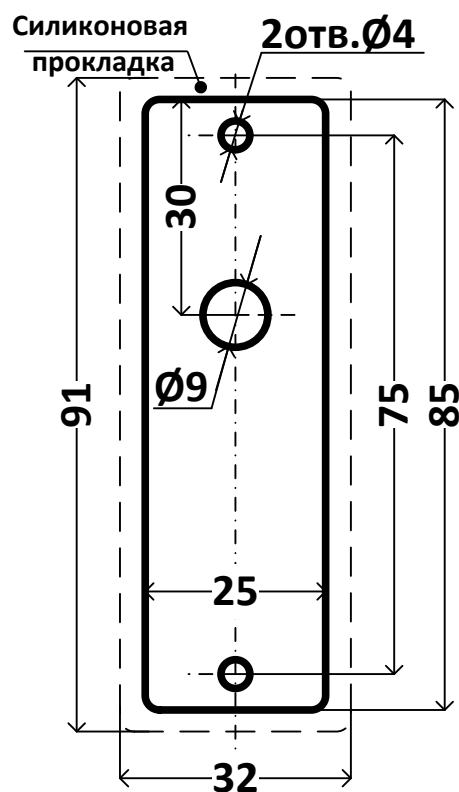

Рисунок 4. Монтажная рамка
2.1.1 После выбора места и ориентации (вертикальная или горизонтальная) для установки панели произвести разметку центров отверстий с учётом силиконовой прокладки. Для этого удобно использовать отверстия в монтажной рамке (см. рис. 4), приложив к месту установки панели.